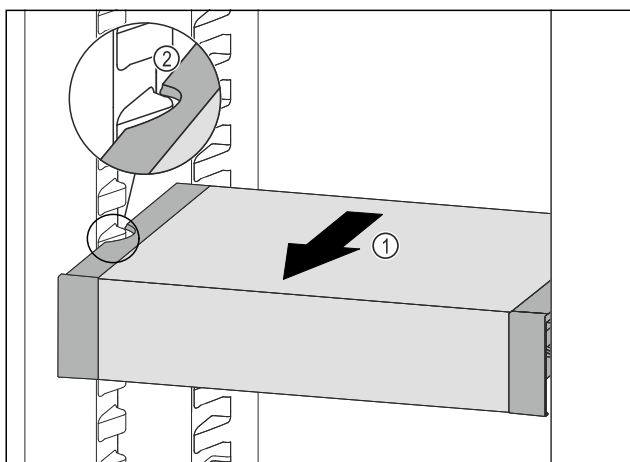

Fig. 222
- VarioSafe nach vorne ziehen Fig. 222 (1), bis sich die seitlichen Aussparungen des VarioSafes auf Höhe der Behälterrippe im Kühlteil befinden. Fig. 222 (2)